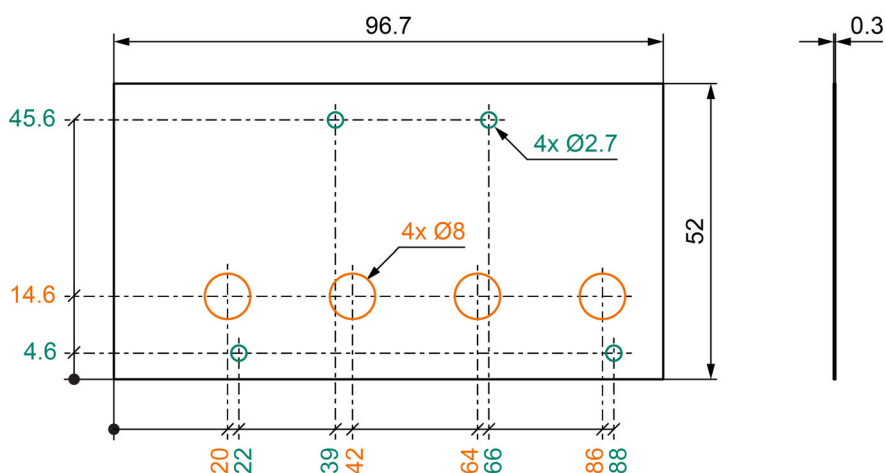
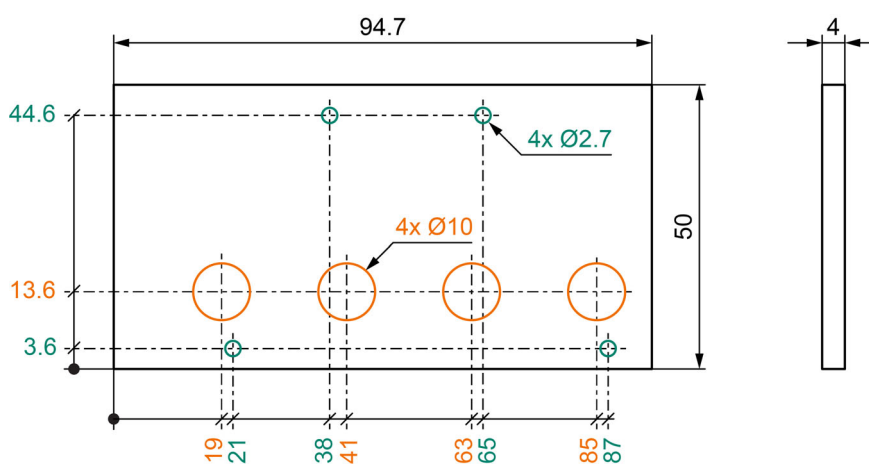

図 3-6 放熱シリコンパッド
図 3-7 冷却プレート
コントローラからの熱を効率的に放熱する良い方法は、ヒートシンクを取り付けることです。ヒートシンクは、電気絶縁を備えた冷却プレートで構成されます。構成部品に関しては → 表 3-8、寸法に関しては → 図 3-6 および → 図 3-7 を参照ください。
- 放熱シリコンパッドと冷却プレートの寸法は → 図 3-6 および → 図 3-7 を参照ください。